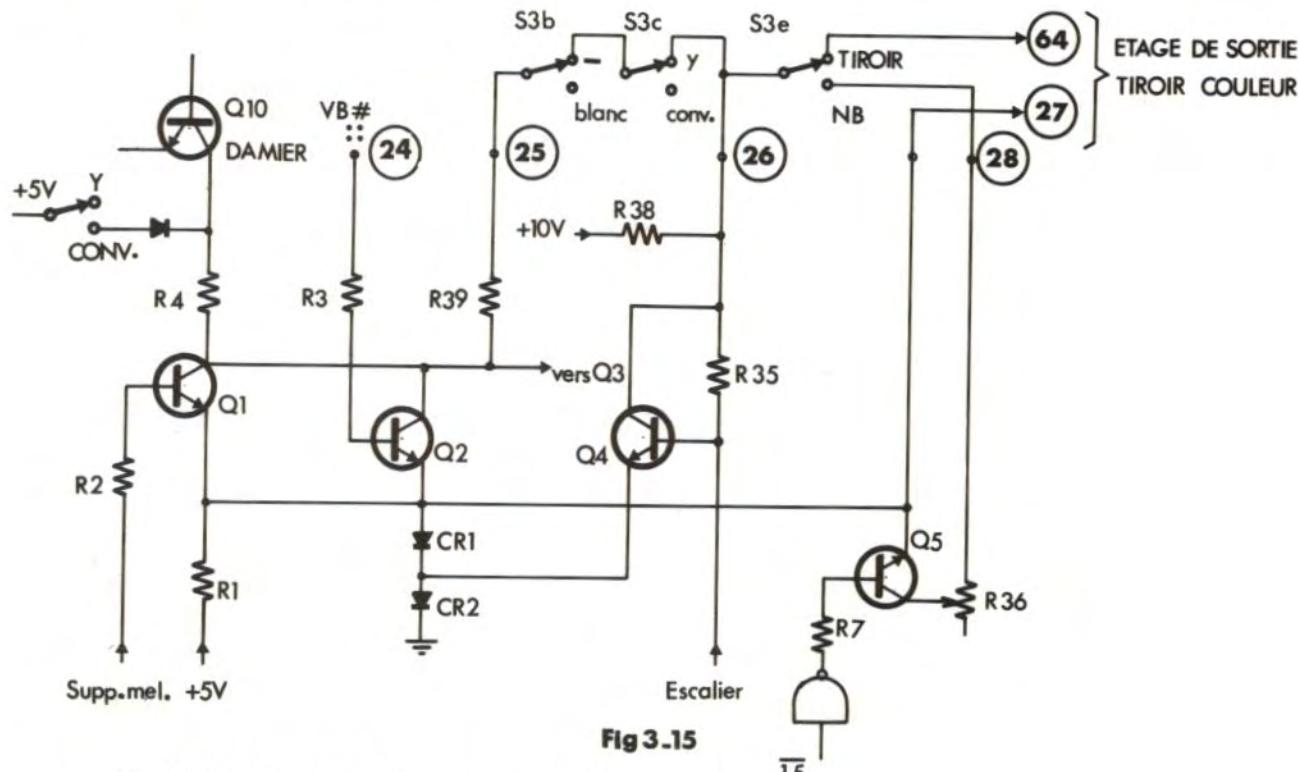

Fig 3.15
3.10.8. - FORMATION DE "Y" (planche 8 - fig. 3.15)
en noir et blanc et en couleur, par contre le circuit d'établissement de la troisième séquence : barres de couleurs, ou définition, est différent, selon que l'on est en noir et blanc, ou couleur, fig. 3.15. En noir NB, à son collecteur alimenté en + 10 V à travers R38, R36 et un contact de S3e. Il se comporte en inverseur commandé par 15. Ce signal de porte, fig. 3.15. correspond à la durée de la troisième séquence "définition". Lorsque 15, après inversion par la porte Z2d est au niveau haut, Q5 conduit. Le signal "définition" à la base de l'amplificateur final Q3. Lorsque 15 est au niveau bas, Q5 est bloqué.